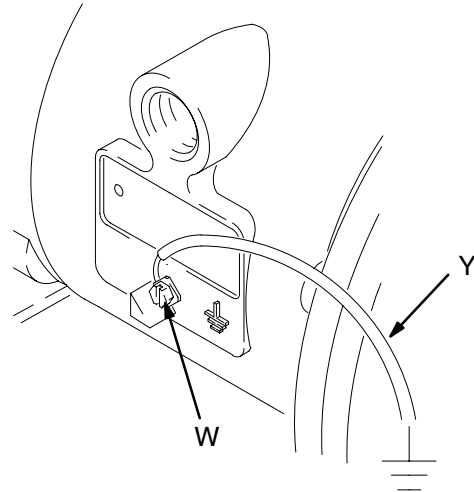

Fig. 1
- *Pomp:* Verbind een aarddraad en aardklem zoals weergegeven op Fig. 1. Draai de borgmoer (W) los. Steek een uiteinde van een aarddraad (Y) van minimaal 1,5 mm² achter de borgmoer en draai de moer goed vast. Sluit het klemuiteinde van de aarddraad aan op een echt aardingspunt. U kunt een aarddraad en aardklem bestellen met bestelnummer 819.4486.